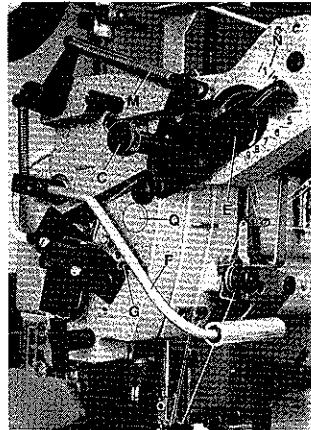

Fig.56
Loosen thumb screw (C, Fig.56) and relocate lever (E) until actuating lever (F) contacts roll pin (G). Retighten thumb screw (C).
Lösen Sie die Rändelschraube (C, Fig.56) und stellen den Kulissenhebel (E) so, daß der Schaltbügel (F) an der Spannhülse (G) anliegt. Ziehen Sie die Rändelschraube (C) an.
For even flat sewing operations lever (E, Fig.56) should be set towards "0" on scale (N), while for ruffling operations it has to be set towards "9".
HINT: For attaching harder, less elastic tape a stronger tension spring (M, Fig.56) is furnished with the accessories of the machine.
Für glattes Nähen wird der Kulissenhebel (E, Fig.56) auf der Skala (N) gegen "0" gestellt, während er zum Rüschen gegen "9" gestellt werden muß.
HINWEIS: Zum Nähen von härterem, weniger elastischem Gummiband wird eine stärkere Zugfeder (M, Fig.56) im Zubehör der Maschine mitgeliefert.